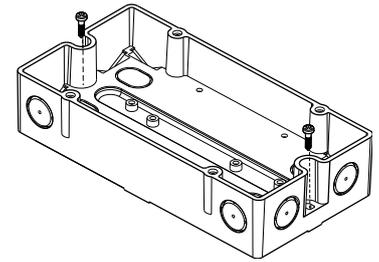

Fig. 4
- Monte a caixa em uma superfície lisa com dois parafusos M4 (Fig. 4). Distância entre furos:  $182.0 \pm 1.0 \text{mm}$ .